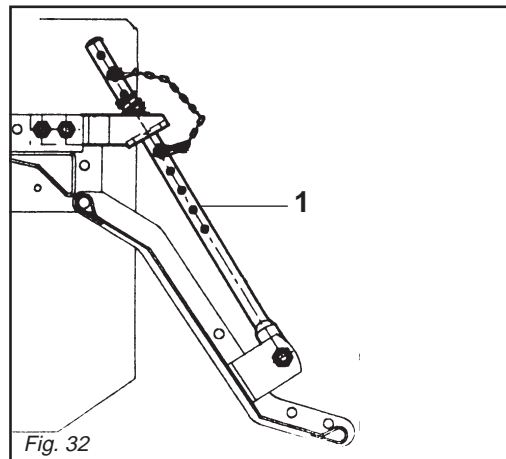

Fig. 32
- 2) Il martinetto a molla (1 Fig. 32) oltre a sostenere la lamiera livellatrice ed ammortizzarla nel trasporto su strada, serve a evitare il ribaltamento della macchina durante il parcheggio.
- 2) Besides supporting the levelling plate and acting as a shock absorber for it during road transport, the spring ram (1 Fig. 32) prevents the steering hoe from overturning when parking.
- 2) Die Federwinde (1 Abb. 32) trägt nicht nur das Planierschild und dient beim Straßentransport zur Dämpfung von Stößen, sondern sie soll auch verhindern, daß die Maschine während des Parkens umkippt.
- 2) Le vérin à ressort (1 Fig. 32) sert de soutien à la tôle de nivellement et de suspension pendant le transport sur route, pour éviter le basculement du machine lors du stationnement.
- 2) El gato de resorte (1 Fig. 32), además de sostener la chapa de nivelación y protegerla durante el transporte en carretera, sirve para evitar el vuelco de la máquina durante el estacionamiento.